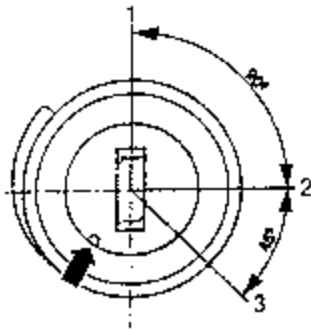

图 11-85 锁芯柱钥匙的位置
③把点火开关钥匙插入到锁芯中，并且把它转动在“行驶”位置上。锁芯柱的钥匙的位置如图 11-85 所示。